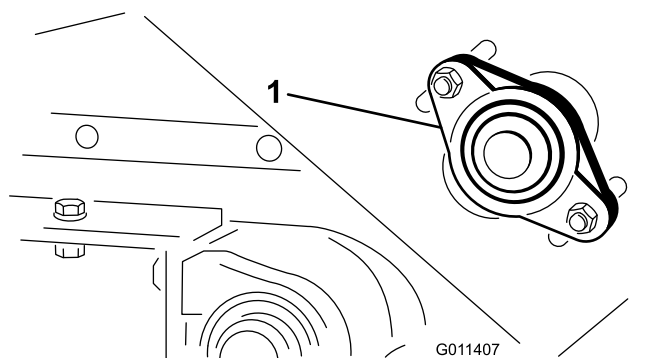

Figura 22
1. Desaperte as porcas que fixam a caixa de rolamentos (Figura 22) ao lado direito da máquina.